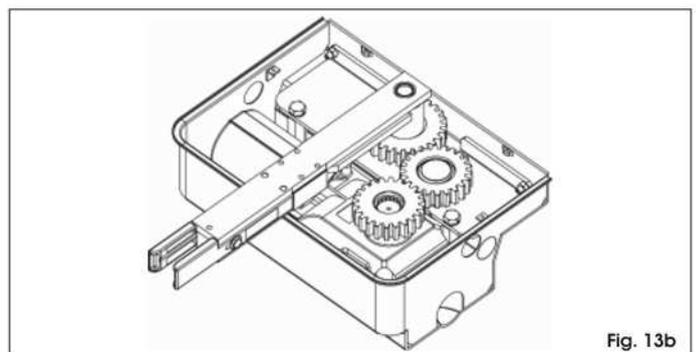

Fig. 13b
**👉** Para definir la exacta colocación del operador, de la placa de engranajes para aperturas a 180° (Fig. 13b) y de las regulaciones necesarias, hágase referencia a las instrucciones adjuntas.